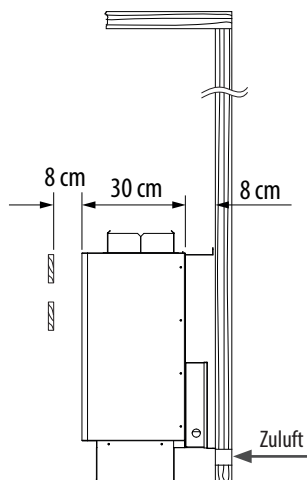

Abb. 2
- Der Abstand zwischen Ofenschutz bzw. Liegebank und anderer brennbarer Materialien zum Ofen muss mindestens **8 cm** betragen. Die Ofenschutz-Höhe muss mit der vorderen Ofenhöhe gleich sein (Abb. 2).